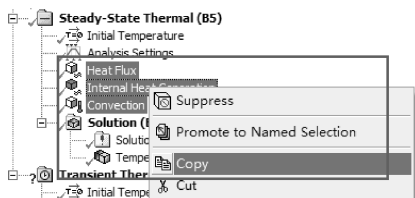
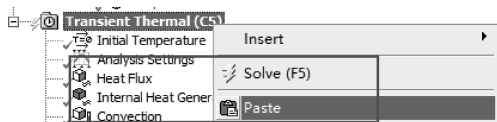

图 3-17 复制边界条件
图 3-18 粘贴边界条件
(1) 返回到【Mechanical】分析环境。
(2) 选择【Transient Thermal (C5)】。
(3) 复制边界条件：首先选择稳态热分析系统中的三个边界条件，单击右键选择复制，然后选择瞬态热系统，单击右键选择粘贴，如图 3-17、图 3-18 所示。